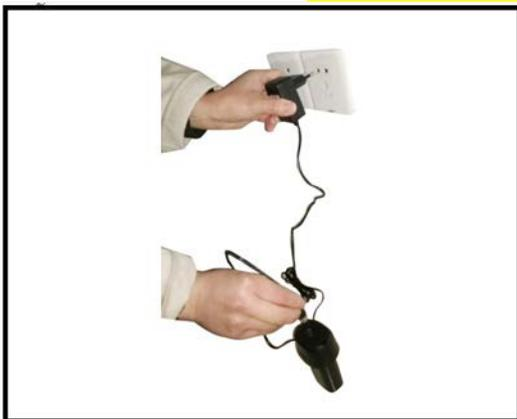

Рис. 4
2. Вставьте аккумулятор в зарядное устройство, как показано на Рис. 4.
3. Подключите зарядное устройство к источнику питания (Рис. 4).